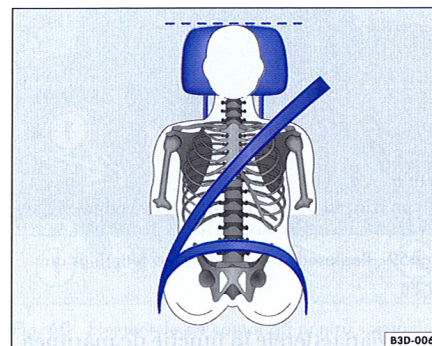
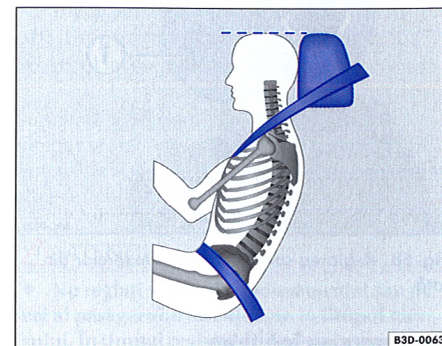

Fig. 56 Văzut din față: tetieră reglată corect și centură de siguranță amplasată corect
Fig. 57 Văzut dintr-o parte: tetieră reglată corect și centură de siguranță amplasată corect
- Reglați tetierele astfel încât marginea de sus a tetierei să se afle la aceeași înălțime cu partea cea mai de sus a capului dvs. ⇒ fig. 56 și ⇒ fig. 57.